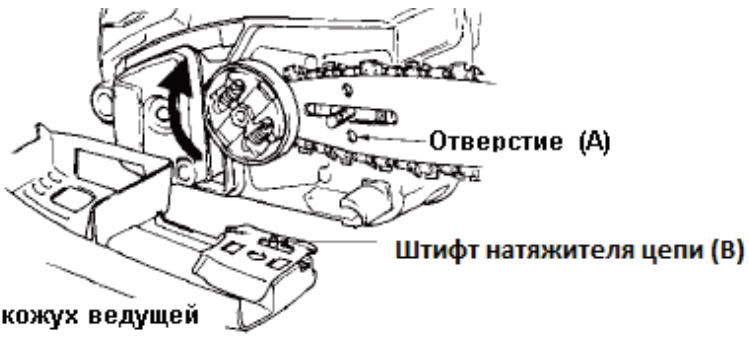

Рис.4
6. Выровняйте шину и наденьте ее на направляющий выступ со шпилькой (Рис.4).
7. Удерживая шину так, чтобы цепь лежала в ее пазу, наденьте крышку ведущей звездочки. Штифт натяжителя цепи (В) должен войти в отверстие «А» на шине (Рис.4).